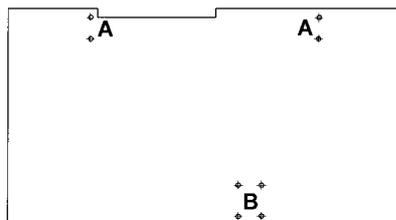

fig. 5 Branco di lavoro - veduta da sopra
**!** I fori di fissaggio sono già sgrassati (↓ si veda fig. 5, A).
- Fissare la morsa per mezzo delle presenti viti sul banco di lavoro (↑ si veda fig. 5, B).
**!** I fori di fissaggio sono già sgrassati (↑ si veda fig. 5, B).